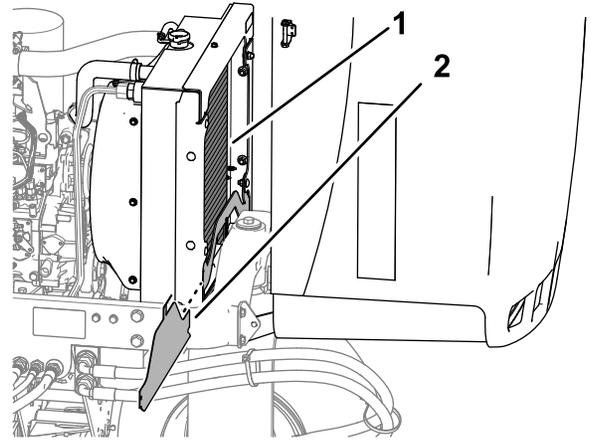

图 78
4. 卸下散热器护罩 图 78。
5. 用水或压缩空气彻底清洁散热器两侧的区域 图 78。